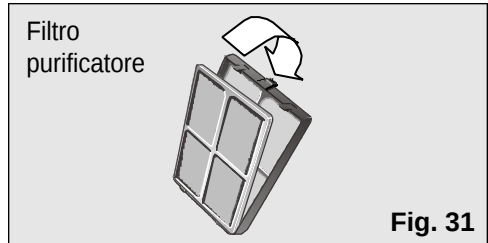

Fig. 31
- ☐ Collocare il filtro purificatore nel filtro base come indicato nella **Fig. 31**.